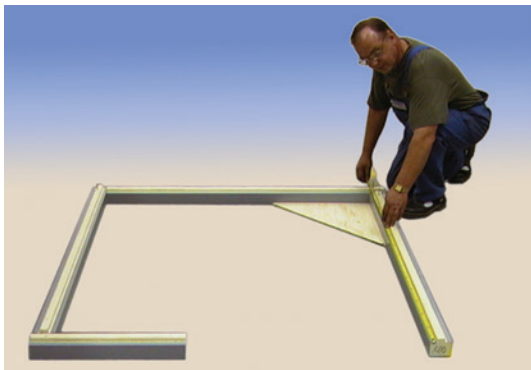

Bild 6. Montering av sockeln, kontrollera att hörnen är raka
- Rumsmonteringen görs med hjälp av de allmänna instruktionerna. Sätt fast änddelar som är ämnade för dörrkarmen så att den korta gaveln kommer på utsidan (bild 6). Isolera alla mellanrum med det silikon som levererats tillsammans med paketet.